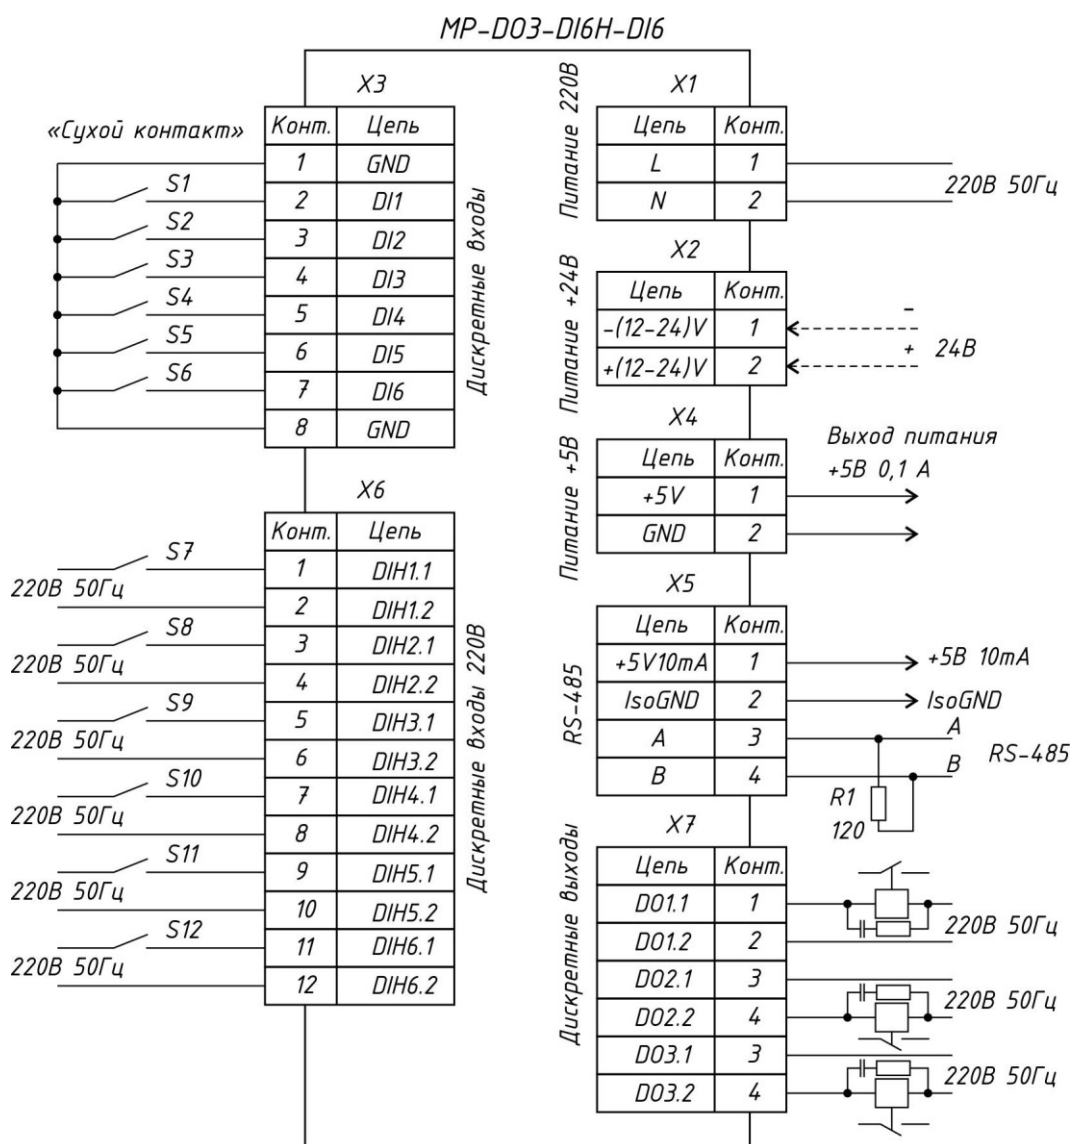

Рисунок 6 – Схема подключения внешних цепей к модулю расширения
10.5 Все внешние цепи подключаются в соответствии с электрической принципиальной схемой (рисунок 6).